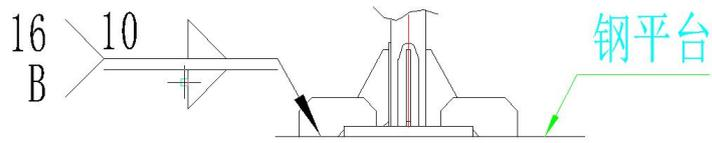

图2 过渡节支腿加强筋板配焊示意图
3. 将过渡节整体吊装到钢平台上, 使用经纬仪测量, 基础节中心 线与水平面的垂直度误差不大于 1/1000。焊接支腿底板与钢平台之间的焊缝, 支腿上的所有孔采用塞焊缝焊平, 焊接时采用合理工艺, 焊高和焊角长度按图 2 所示要求焊接。图中[A]焊缝应符合 GB/T19418-2003 《钢的弧焊接头缺陷质量分级指南》B 级焊缝要求。
4. 焊接过渡节加强筋板, 每个支腿上焊接4件加强筋板, 焊接时采用合理工艺. 焊高和焊角长度按图2所示要求焊接。图中[A]焊缝应符合GB/T19418-2003 《钢的弧焊接头 缺陷质量分级指南》B 级焊缝要求。